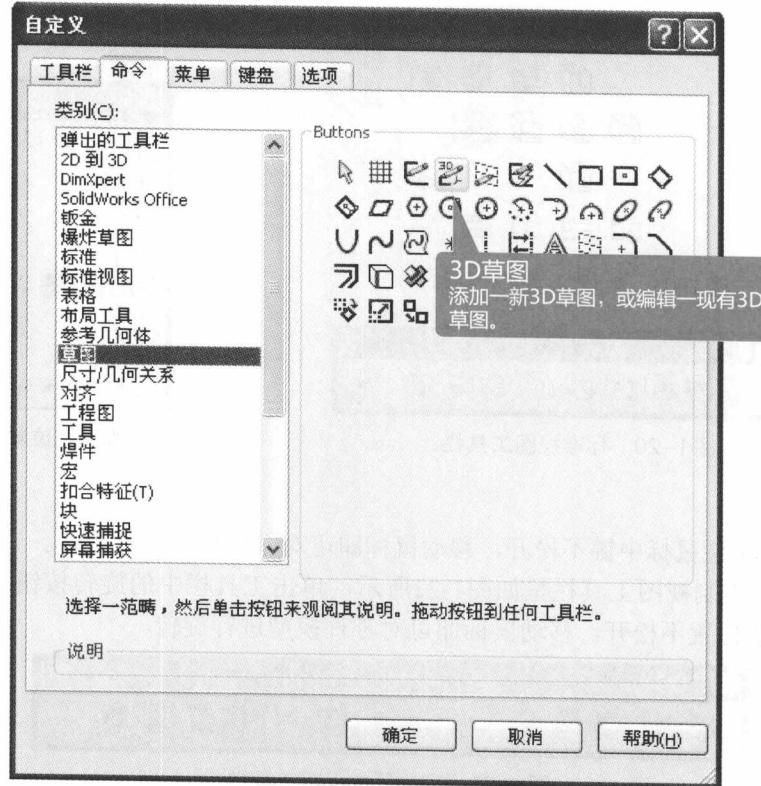

图 1-17 显示所有草图按钮
b. 单击对话框中的【命令】按钮，再单击“类别”中的“草图”出现如图 1-17 所示所有草图按钮。